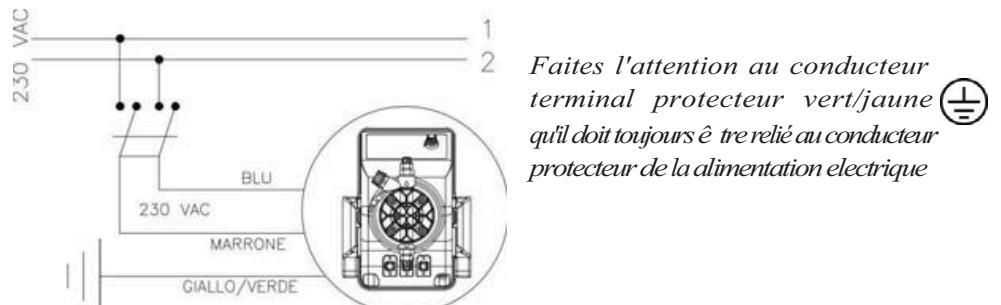

Fig. 4
- 1) S'assurer qu'elle est débranchée du réseau électrique (les deux polarités) en retirant les conducteurs des points de contact du réseau en séparant les contacts d'une distance minimum de 3 mm (fig. 4).
- 1) S’assurer qu’elle est débranchée du réseau électrique (les deux polarités) en retirant les conducteurs des points de contact du réseau en séparant les deux fils d'une distance minimum de 3 mm (fig. 4).
- b. - Respecter les normes en vigueur dans les différents pays pour ce qui est de l'installation électrique (fig. 4). Si le câble électrique n'a pas de fiche électrique, l'appareil doit être relié au réseau d'alimentation par l'intermédiaire d'un interrupteur omnipolaire sectionneur ayant une distance minimum entre les contacts de 3 mm. Avant d'accéder aux dispositifs de raccordement, tous les circuits d'alimentation doivent être coupés.